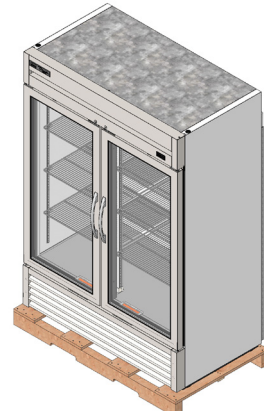

Abb. 1. Äußere Verpackung entfernen.
1. Entfernen Sie die äußere Verpackung (Karton und Luftpolsterfolie oder Styroporecken und durchsichtige Kunststoffolie). Siehe Abb. 1. Überprüfen Sie das Gerät auf versteckte Schäden. **Reichen Sie umgehend Ihre Ansprüche beim Spediteur ein, wenn Schäden vorhanden sind.**